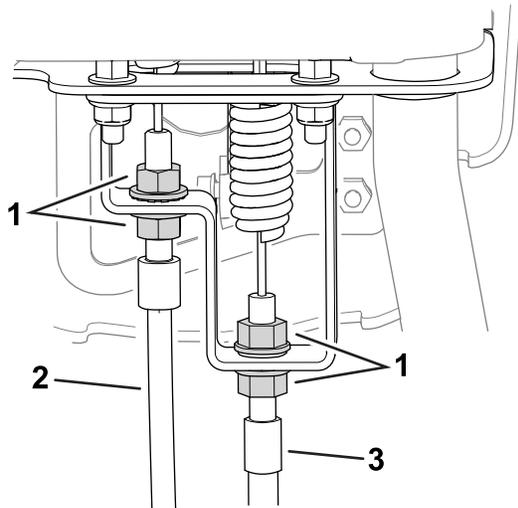

Bild 50
2. Lösen Sie den Spindelbowdenzug am Holmschott, bis das Kabel Spiel hat (Bild 50).